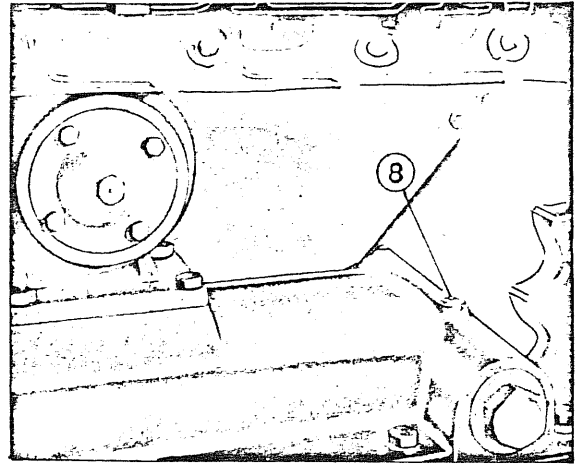

Fig. 13
**Barra trasversale posteriore (fig. 13)**
**Barre transversale arrière (fig. 13)**
**Hintere Querstange (Bild 13)**